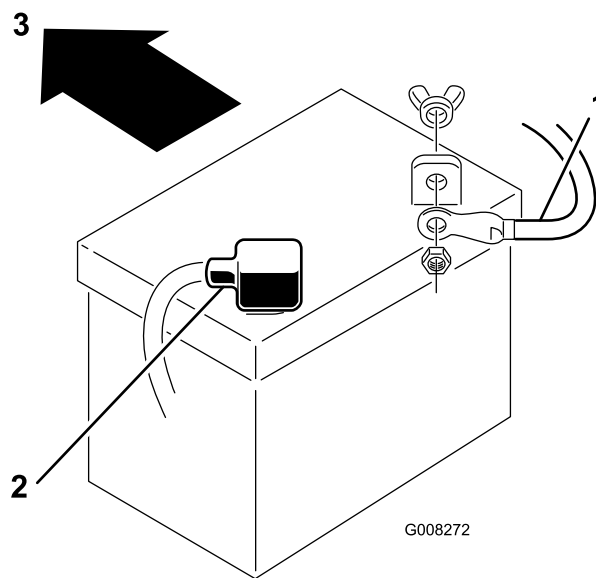

Bild 32
7. Klemmen Sie das Minuskabel (schwarz) vom Batteriepol ab (Bild 32).
9. Klemmen Sie das Pluskabel (Rot) vom Batteriepol ab (Bild 32).
1. Setzen Sie die Batterie in das Chassis ein. Die Batteriepole sollten zum Heck der Maschine zeigen (Bild 32).
3. Schließen Sie das Pluskabel (rot) mit der Schraube und der Flügelmutter am (+) Pluspol an (Bild 32). Schieben Sie die Gummiabdeckung über den Batteriepol.
4. Schließen Sie das (schwarze) Minuskabel mit der Schraube und Mutter am (-) Minuspol an (Bild 32). Schieben Sie die Gummiabdeckung über den Batteriepol.